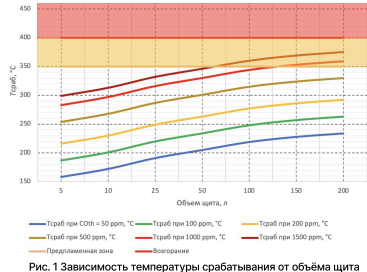

Рис. 1 Зависимость температуры срабатывания от объема щита
- По номограмме (Рисунок 1) для заданного объема V и выбранного порога  $CO_{th}$  определить  $T_{сраб}$ ;